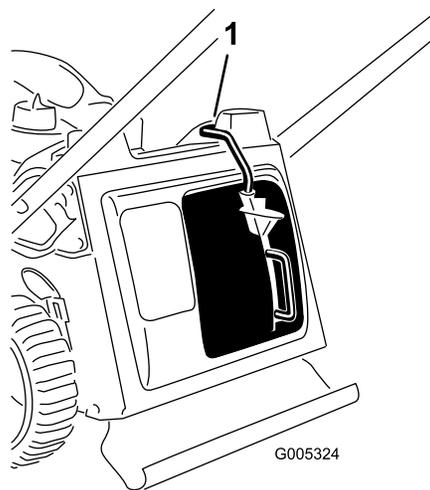

Bild 24
**Wichtig:** Die Maschine hat einen Sicherungsschalter, der ein Anlassen des Motors verhindert, wenn der Mulchverschluss nicht an der Maschine eingesetzt ist (Bild 24).
Setzen Sie den Mulchverschluss auf, wie in Bild 24 dargestellt.